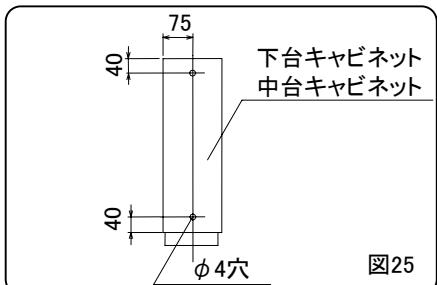

図25
②下台キャビネットの天板の所定位置に中台キャビネット連結用の下穴(Φ4穴)を加工してください。(図25)
③中台キャビネットの天板の所定位置に上台キャビネット連結用の下穴(Φ4穴)を加工してください。(図25)